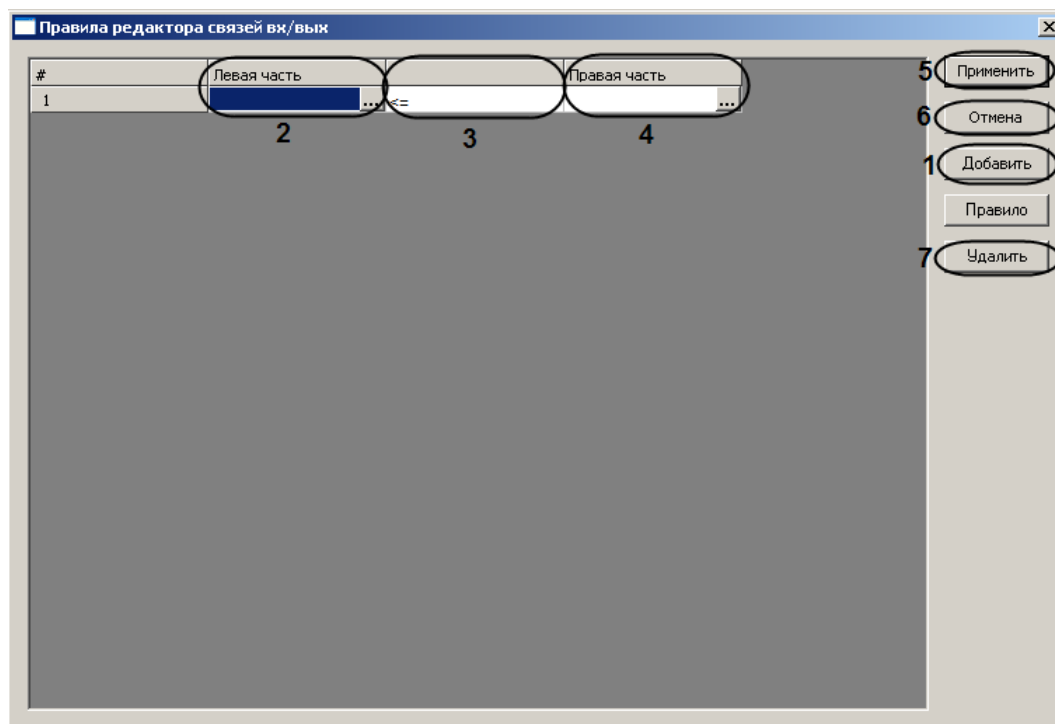

Рис. 3.6—17 Задание регулярных правил
2. Задать левую часть правила, нажав на кнопку  в столбце **Левая часть** (см. Рис. 3.6—17, 2).